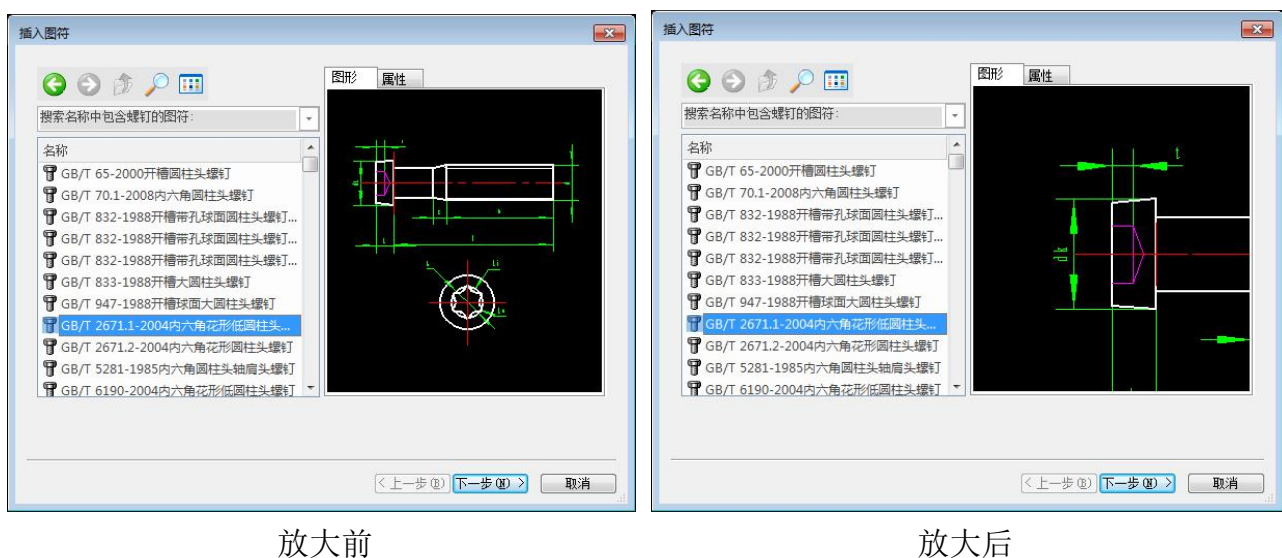

图 6-4 图符放大与缩小
- 5) 在对话框的右侧为一预览框，包括【属性】和【图形】两个标签，可对用户选择的当前图符属性和图形进行预览，系统默认为图形预览，用户只需用鼠标单击【属性】标签，即可切换成属性预览方式。在图形预览时各视图基点用高亮度十字标出。右击可放大图符，图 6-4 所示分别为放大前、后的图形。如需要图符恢复原来大小，双击鼠标左键即可。